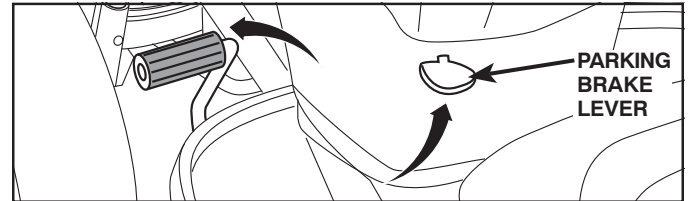

Fig. 20
1. SET PARKING BRAKE LEVER AND LOWER ATTACHMENT LIFT LEVER (See Fig. 20 and 21)